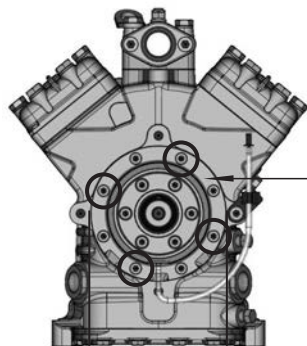

Рис. 8
- Для крепления поля магнитов электромагнитной муфты передний фланец крепления подшипника располагает калибровой посадкой $\varnothing 148 \text{ h8}$ см. рис. 8).
- Для монтажа поля магнитов отсоединить 4 винта с цилиндрической головкой М8 от фланца крепления подшипника (см. рис. 8).